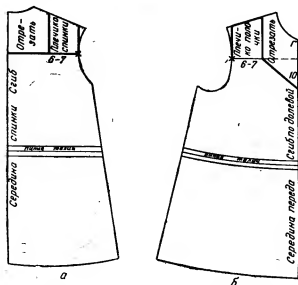

Рис. 181. Нанесение линий фасона сарафана с плечиками:
**Спинка.** Линию проймы делят на две равные части (рис. 181, а) и обозначают точкой деления. От точки деления вверх проводят вертикальную линию до линии плеча. Затем от точки
Полочка. Линию проймы полочки делят на две равные части (рис. 181, б) и обозначают точкой деления, от точки деления вверх проводят вертикальную линию до линии плеча. Затем от точки деления вправо проводят горизонтальную линию и откладывают 6—7 см. От точки 7 вверх проводят вертикальную линию